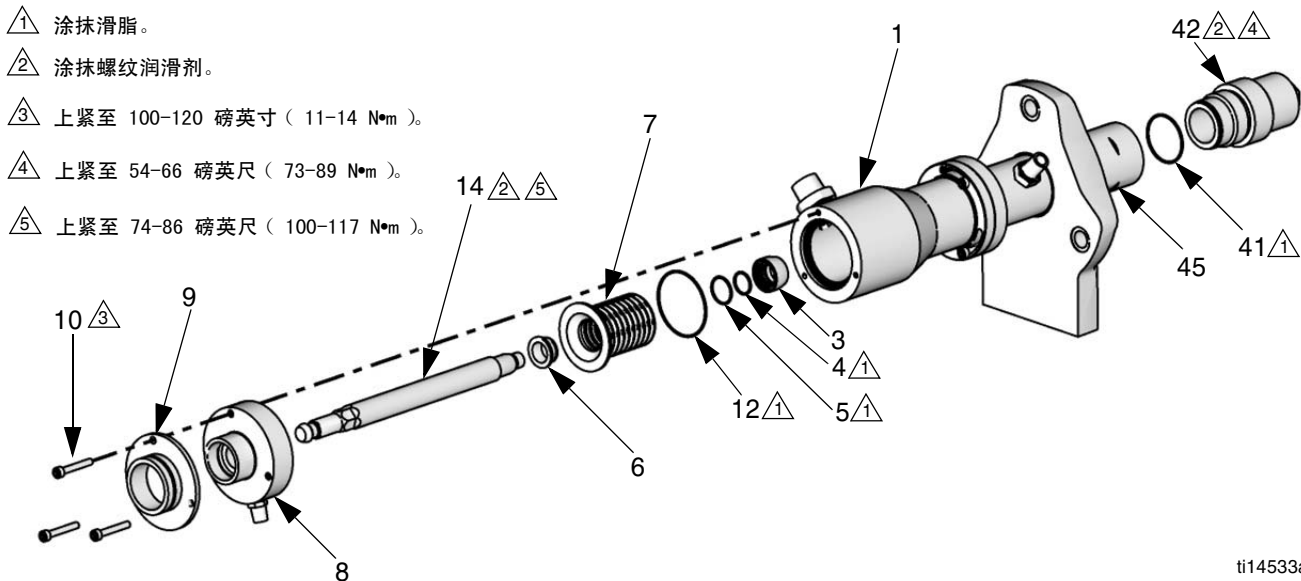

图 6. 更换波纹管。
7. 参见图 6。将连杆（14）和波纹管（7）拉出波纹管（1）的顶部。保持波纹管（1）连接至衬垫螺母。
13. 润滑活塞柱轴和活塞的外侧，接近六角处。活塞柱和活塞推至汽缸 (27)。
15. 参见图 6，第 12 页。松散地将波纹管 O 形圈 (12) 套在波纹管 (7) 周围。使用完全装配的波纹管 (7)，将连杆 (14) 推至波纹盒 (1)。手动拧紧连杆。
16. 夹住连杆 (14) 上的六角，并使用扭矩扳手旋转活塞 (45)。上紧至 74-86 磅英尺 (100-117 N•m)。
17. 将顶盖 (8) 放在连杆 (14) 上。请勿拧紧。
18. **如果更换溢流室：**订购配件包 24E298。(请参见第 25 页。)将新的 D 形密封件 (106) 安装在连杆 (14) 上。使用 19 毫米 (3/4 英寸) 扳手夹住连杆。安装并拧紧锁紧螺母 (105)。上紧至 100-120 磅英寸 (11-14 N•m)。 **请勿旋得太紧。**
19. 安装新脚帽 O 形圈 (41)。润滑并安装脚帽 (42)。上紧至 54-66 磅英尺 (73-89 N•m)。
20. 向上推发动机轴。滑入联接螺母 (55)。安装联接环 (56)。
22. **如果更换溢流室：**将 O 形圈 (102) 插入盖 (101)。使用连接的盖 (101) 将新瓶 (103) 拧紧至接头 (104)。
23. 旋转连杆 (14) 以对齐顶盖 (8) 中的孔与波纹盒 (1) 中的孔。重新连接顶盖 (8) 和护板安装垫片 (9)。将螺钉 (10) 上紧至 100-120 英寸磅 (11-14 N•m)。